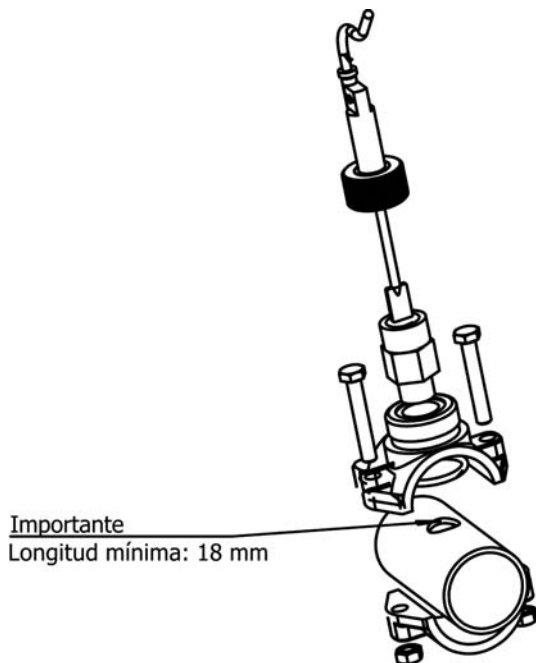

Fig. 14-1
1. Colocar o colarinho fornecido a um lanço da tubagem situado na entrada da célula de electrólise. O colarinho deve ser colocado sempre na posição horizontal no solo (ver Fig. 14-1).
2. Instalar o detector de fluxo (interruptor de fluxo) sempre na posição vertical no colarinho (fig. 14-1).